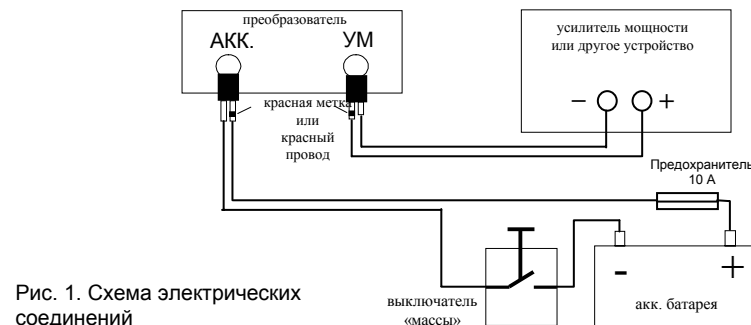

Рис. 1. Схема электрических соединений
- 4.3. Присоедините красный провод (или провод с красной меткой) входа преобразователя (АКК) к бортовой сети автомобиля через штатный или дополнительно установленный предохранитель. Номинал дополнительного предохранителя – 10А; номинал штатного предохранителя выбирается с учетом максимально возможного тока потребления преобразователя – 10А (См. рис. 1).
- 4.4. Подключите черный провод (или провод без метки) входа преобразователя (АКК) к массе автомобиля согласно рис. 1.
Если автомобиль оборудован выключателем «массы», данный провод должен подключаться после такого выключателя (см. рис.1). Запрещается подключать данный провод преобразователя непосредственно к аккумуляторной батарее. В этом случае при отключенной «массе» все электрические приборы и устройства автомобиля оказываются подключенными к «минусу» аккумуляторной батареи через преобразователь. При достаточно большом токе потребления (например, при попытке запуска двигателя) преобразователь выйдет из строя. В этом случае гарантийный ремонт не производится.